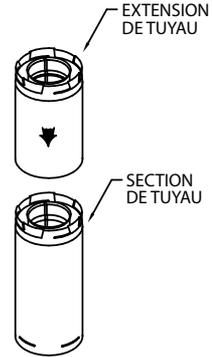

Figure 15
(1) S'il faut respecter des longueurs ou des distances exactes entre les coudes ou ailleurs, utiliser des rallonges de tuyaux pour ajuster les sections de tuyau standard (Fig. 15).